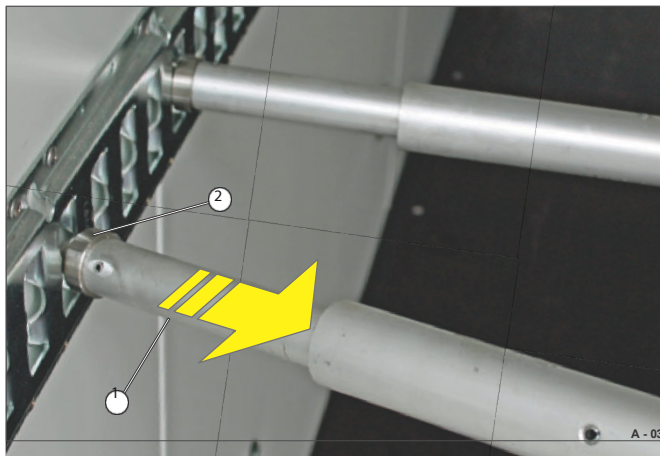

Fig. 34 Ta bort låsbygel
- För försiktigt ändstiftet (Fig. 34/2) på teleskopändstycket (Fig. 34/1) ut ur surmingsskenan - släpp långsamt låsstängen.